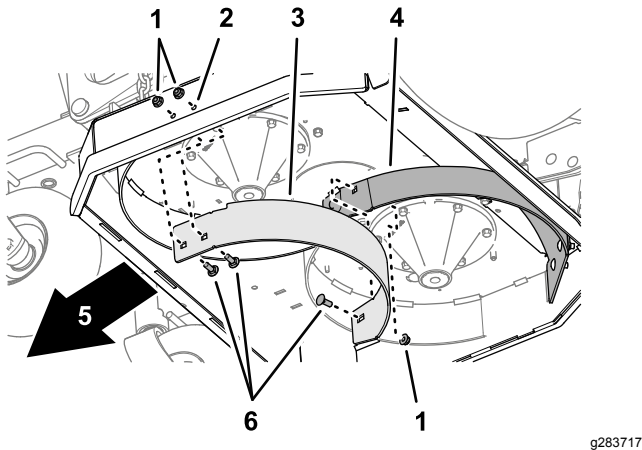

Figure 11
1. Retirez les 3 boulons de carrosserie ($\frac{3}{8}$ " x 1") et les 3 contre-écrous à embase ($\frac{3}{8}$ ") qui fixent le déflecteur gauche au côté du plateau de coupe et au déflecteur droit, et déposez le déflecteur gauche (Figure 11).